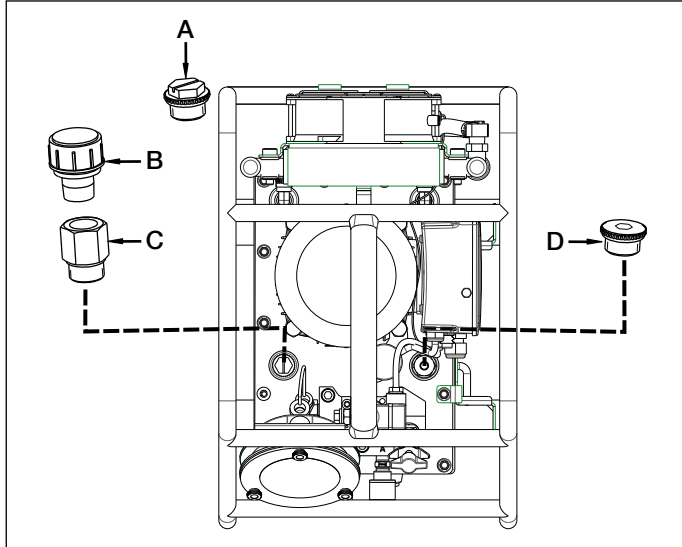
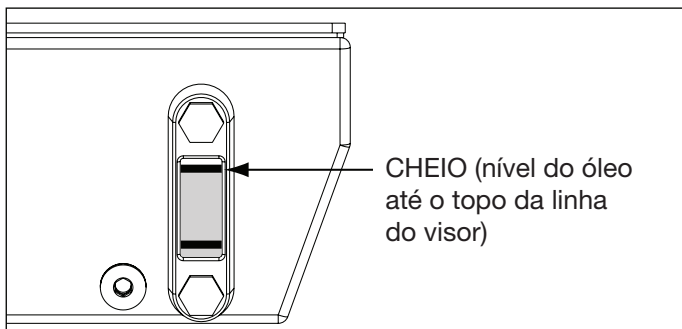

Figura 1, Respiro do Reservatório e Bujão de Abastecimento de Óleo
Figura 2, Visor de Medição de Óleo
Ver Figura 1. Um bujão de transporte (A) é instalado no orifício do respiro na parte superior do reservatório. Antes de acionar a bomba, substitua o bujão de transporte (A) pelo respiro do reservatório (B) e adaptador (C).
Verifique o nível de óleo da bomba antes de dar a partida. O reservatório está cheio quando o nível do óleo está na linha superior do visor de medição como mostrado na Figura 2. Se necessário, acrescente óleo removendo o bujão de abastecimento de óleo (D) do tubo de abastecimento, como mostrado na Figura 1. Use óleo Enerpac HF (ISO Grau 32).